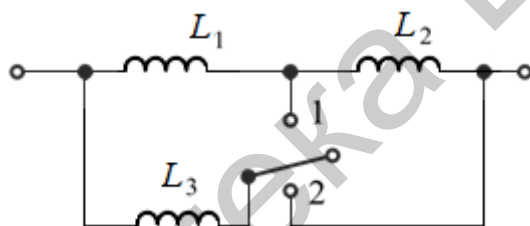

Рис. 75
8. Катушки L_1 , L_2 и L_3 (рис. 75) не связаны индуктивно. Определить эквивалентную индуктивность $L_{\text{экв}0}$, $L_{\text{экв}1}$ и $L_{\text{экв}2}$ для положений 0, 1 и 2 ключа K , если $L_1 = 320$ мГн, $L_2 = 130$ мГн, $L_3 = 450$ мГн.